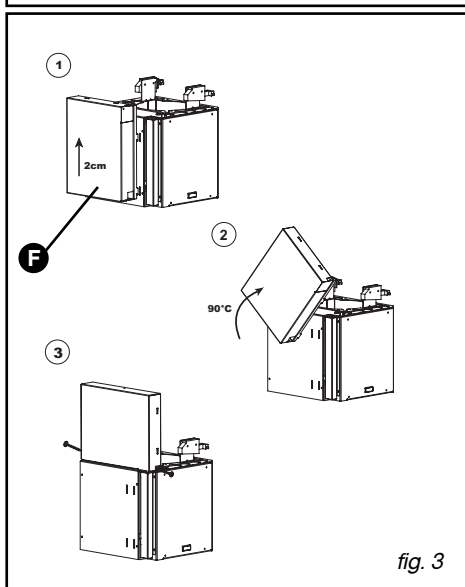

fig. 3
- Retire la banda adhesiva de la caja (F fig.3)
- Levante la caja unos 2 cm, y a continuación libérela, gírela 1/3 y luego deslícela y fíjela con 2 tornillos por encima del motor (fig 3).
– Si el diámetro del conducto tiene 125 mm, utilice el adaptador que se suministra (fig. 3). Si su conducto tiene menos de 125 mm, es obligatorio que conecte la campana en modo reciclaje.